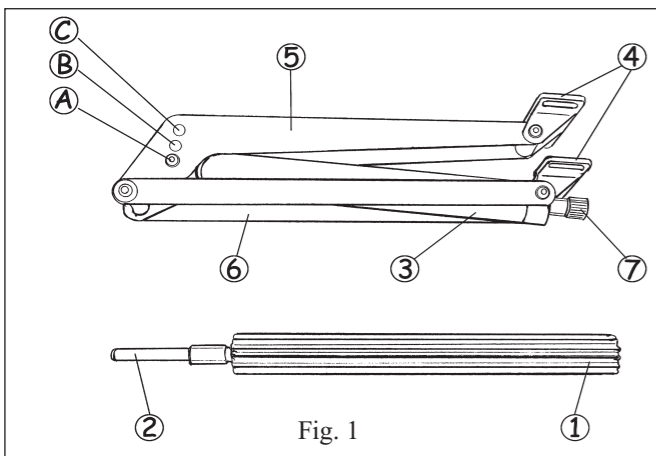

Fig. 1
COMPONENTS: (see fig. 1)
- pos. A = 48 cm lifting 15 kg see fig. 1
pos. B = 40 cm lifting 22 kg see fig. 1
pos. C = 30 cm lifting 30 kg see fig. 1
KOMPONENTEN: (Vgl. Abb. 1)
- Pos. A = 48 cm und 15 kg siehe Abb. 1
Pos. B = 40 cm und 22 kg siehe Abb. 1
Pos. C = 30 cm und 30 kg siehe Abb. 1
LISTE DES COMPOSANTS: (Voir Fig.1)
- Pos. A = 48 cm et 15 kg voir fig.1
Pos. B = 40 cm et 22 kg voir fig.1
Pos. C = 30 cm et 30 kg voir fig.1
KOMPONENT LISTE: (jf. fig. 1)